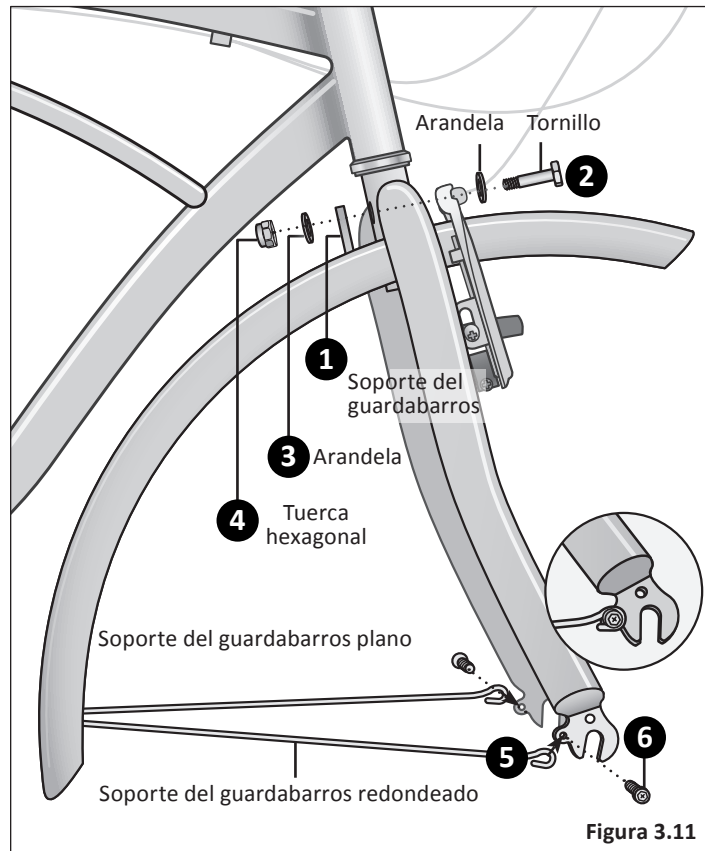

Figura 3.11
- 1 Posicione el guardabarros delantero de modo que el soporte del guardabarros esté en el interior del cuadro. El guardabarros se fija en la corona de la horquilla. Alinee el orificio del soporte con el de la corona de la horquilla. **Figura 3.11**